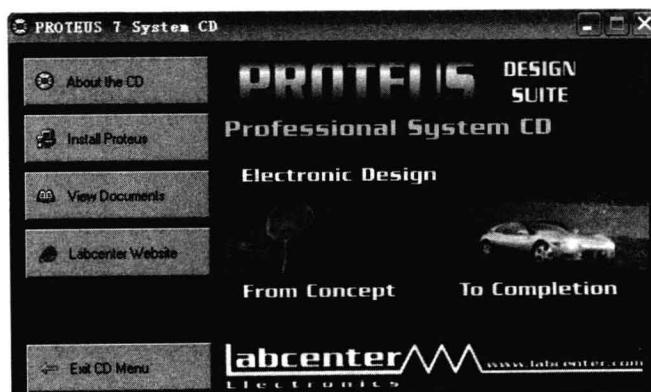

图 1.2.1 PROTEUS 安装界面图
(1) 插入安装光盘，出现光盘自动运行界面，如图 1.2.1 所示。注意：安装时请勿插入软件加密狗，直到安装完毕后再插入加密狗。